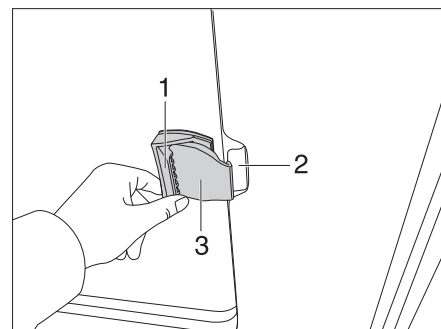

Fig. 62 Ventana corredera sin bloqueo
- Tirar de la trampilla de tirador (Fig. 62,1) empujando o tirando del tirador al mismo tiempo hacia delante.